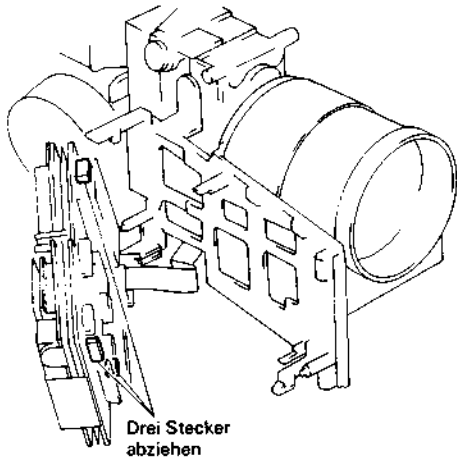

Abb. 2.31 Ausbau der Sensor-Leiterplatte
Ausbau der Sensor-Leiterplatte (Abb. 2.31, 2.32, 2.33, 2.34, 2.35)
2. Die drei (3) Stecker (CN1101, CN1103, CN1104) abziehen (siehe Abb. 2.31).